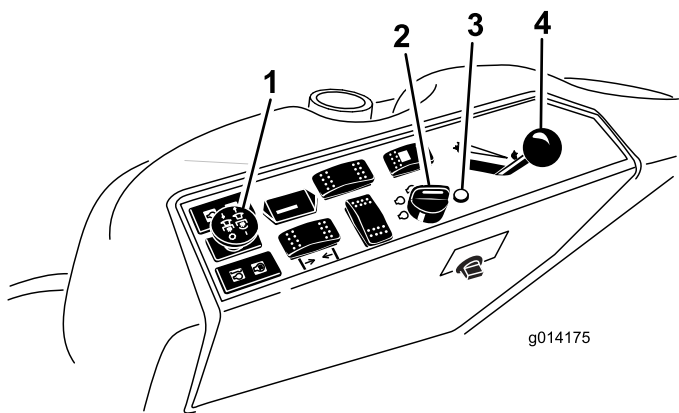

图19
4. 将动力输出PTO开关移至关闭位置 图19。
- 将油门杆移至快速与慢速的中间位置图19。